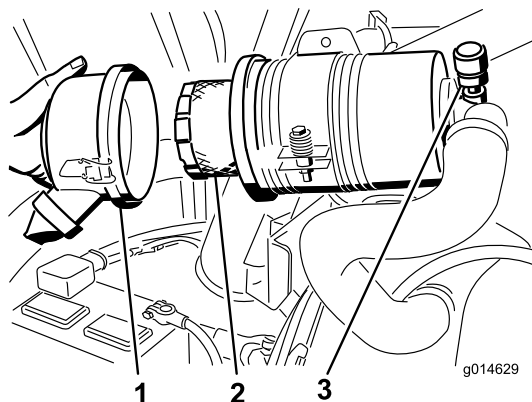

Bild 53
4. Nehmen Sie den Filter heraus und wechseln Sie ihn (Bild 53).